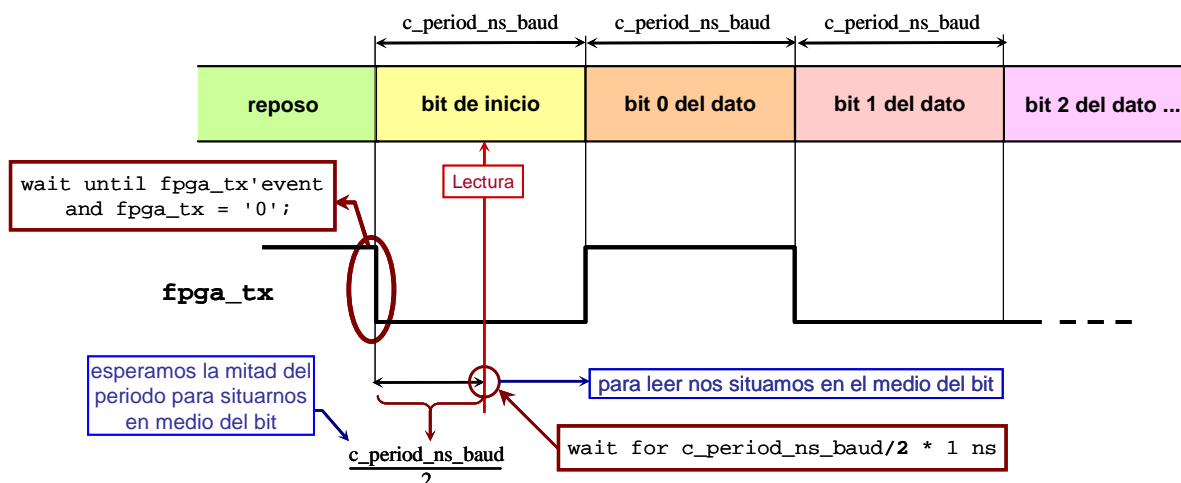

Figura 7.23: Espera para situarnos en medio del bit de inicio
2. Nos situamos en el tiempo medio del bit de inicio: Una vez que hemos detectado el comienzo de la transición, esperamos la mitad del periodo de envío de cada bit (`c_period_ns_baud/2`) para situarnos justo en medio. Esto es importante, porque si leemos el bit justo en la transición a otro bit, puede pasar que estemos leyendo el bit contiguo. La figura 7.23 muestra de manera esquemática dónde nos sitúa esta espera.
Otra cosa que puedes observar es que estamos leyendo solamente en el punto medio, como muestra la figura 7.23. Siendo estrictos deberíamos de comprobar que la transmisión se mantiene a cero durante todo el tiempo correspondiente al bit de inicio, y no solo en el punto medio. Sin embargo, para simplificar el banco de pruebas, asumiremos que es suficiente con comprobar el punto medio.